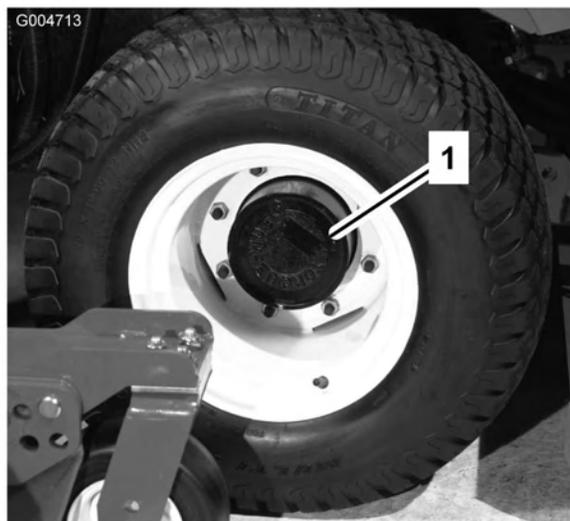

Figura 56
1. Con la máquina en una superficie nivelada, coloque la rueda de manera que el tapón de verificación/drenaje (Figura 56) esté en su posición más baja.